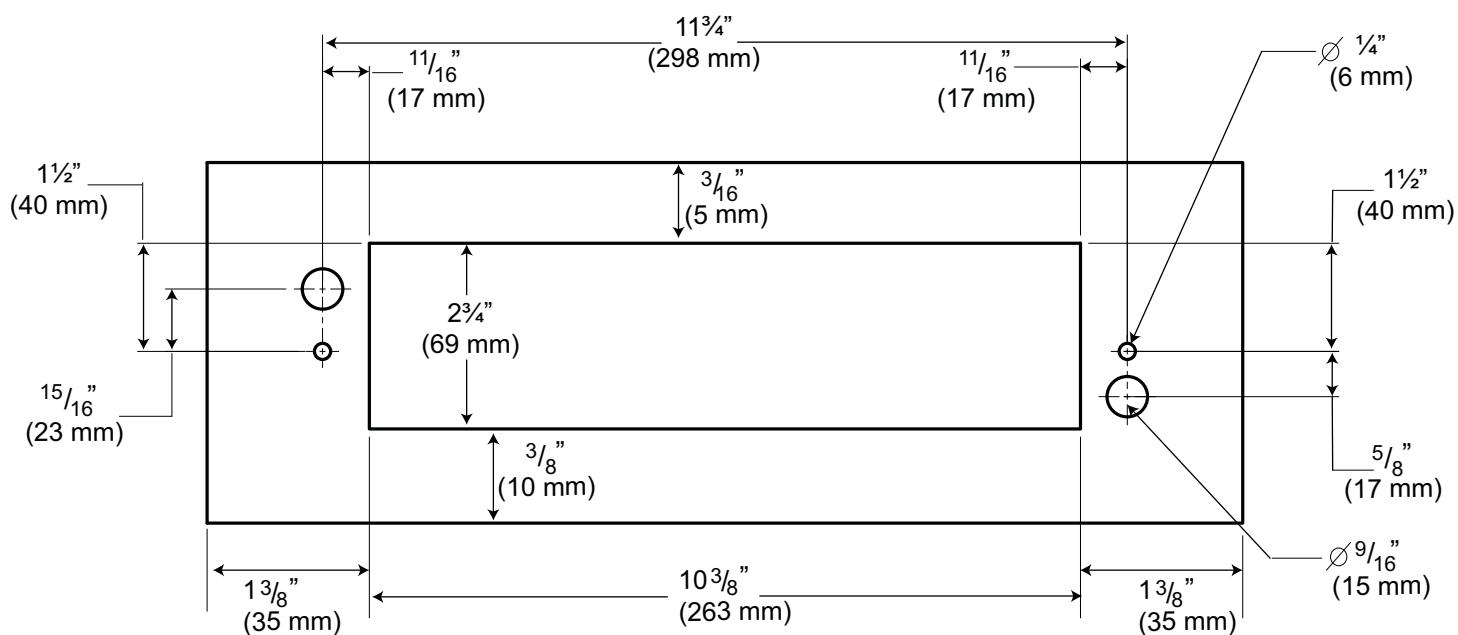

Figura 18: Abertura en la pared, vista frente a la pared
3. Preparación de la pared para la instalación, como se ilustra en la *Figura 18*.